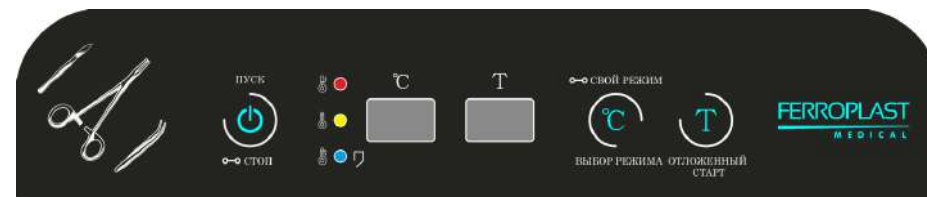

Рис.1. Панель управления
5.1.8. Панель управления однотипная для всех вариантов исполнения стерилизатора. Внешний вид панели управления представлен на Рис.1.